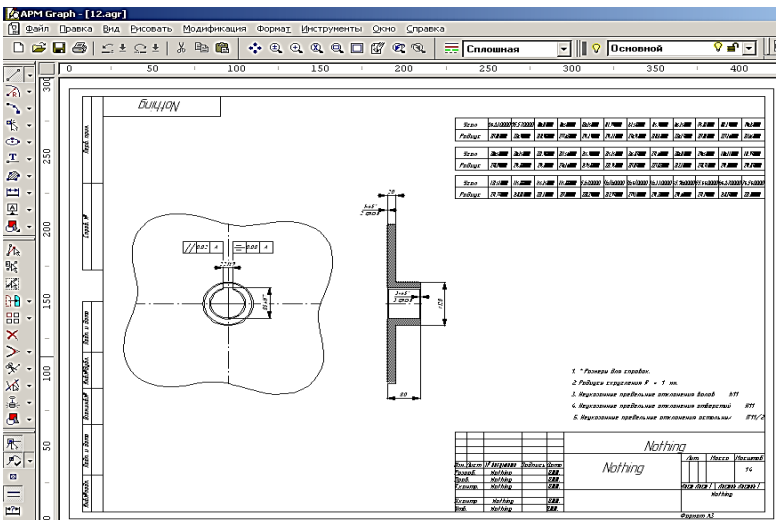

Рис. 55
**Сохранение чертежа.** Для завершения генерации чертежа необходимо в окне «Черчение» нажать кнопку «Сохранить как» и сохранить чертеж как файл с расширением \*.agr. После этого произойдет запуск плоского чертежного редактора APM Graph, в окне которого и будет показан чертеж спроектированного кулачка (рис. 55).